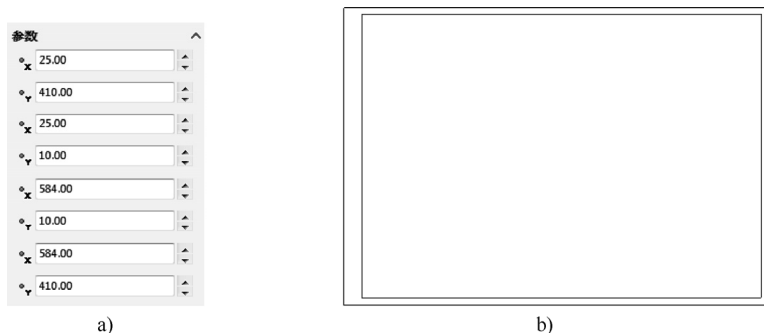

图 7-70 绘制矩形作为图框
STEP 4 单击“草图”工具栏中的“矩形”按钮，在绘图区绘制一矩形作为工程图的图框（其左下角点和右上角点坐标分别为“25，10”和“584，410”，如图 7-70 所示），并为图框添加固定约束。